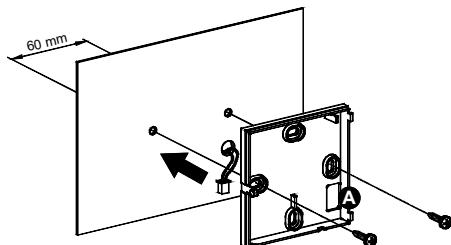

Fig. 5
- 3** Décider du meilleur emplacement (voir paragraphe 'CONFIGURATION DU SYSTÈME RADIO'); puis fixer la base du thermostat sur le mur en installant les 2 vis dans les trous prévus à cet effet (interaxe 60mm) (utiliser les vis et/ou les chevilles en dotation). Faire passer les fils de la sonde à distance (si utilisée) dans l'ouverture rectangulaire (**A** de Fig. 5).